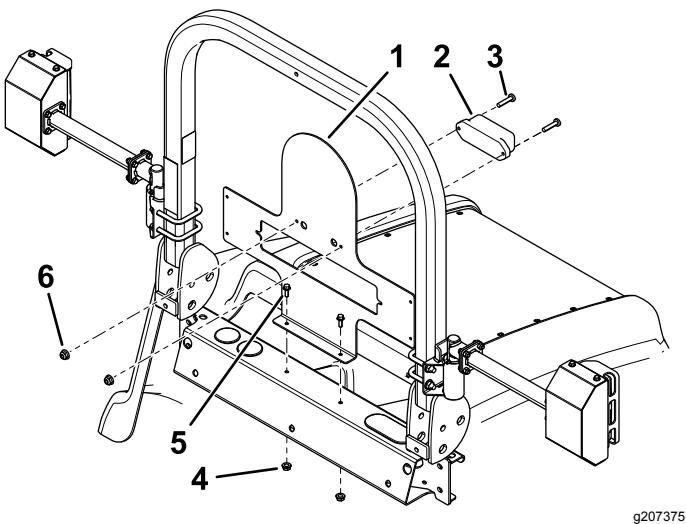

Figura 8
- 2. Instale a placa das luzes e a luz traseira central (Figura 8).